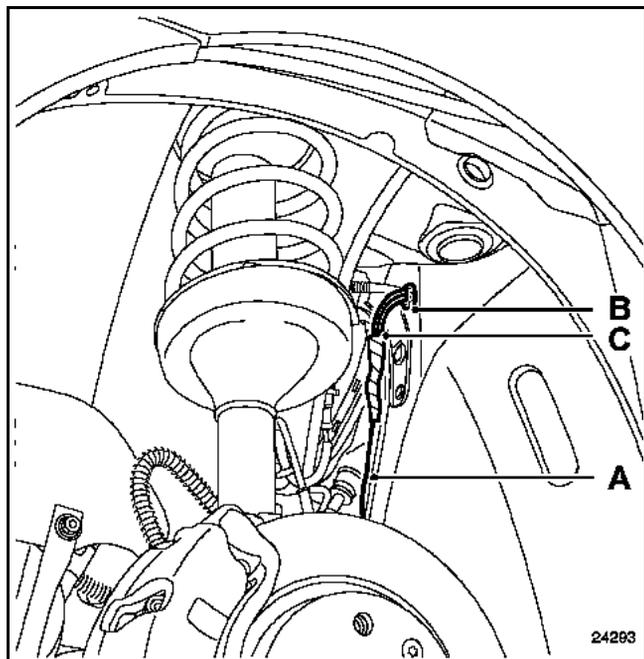

Abb. 1
- Eine Kabelführung (Beispiel: Kabel) (A) in die Hülsenführung des Motorhauben-Öffnungszugs (B) einführen (**Abb. 1**).
- Im Fahrgastraum den neuen Kabelstrang (C) (**Abb. 1**) an der Kabelführung befestigen.